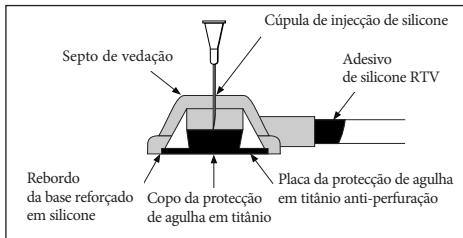

FIGURA 4
b) Penetre no local de injeção até que a progressão da agulha seja interrompida pela protecção da agulha, conforme apresentado na Figura 4.